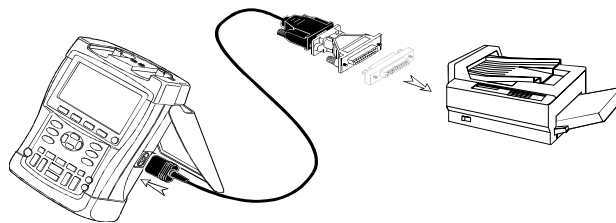

Figura 34. Collegamento di una stampante seriale
- L'adattatore/Cavo RS-232 isolato otticamente (PM9080) per collegare una stampante seriale alla OPTICAL PORT (porta ottica) dello strumento. (Vedere la Figura 34.)